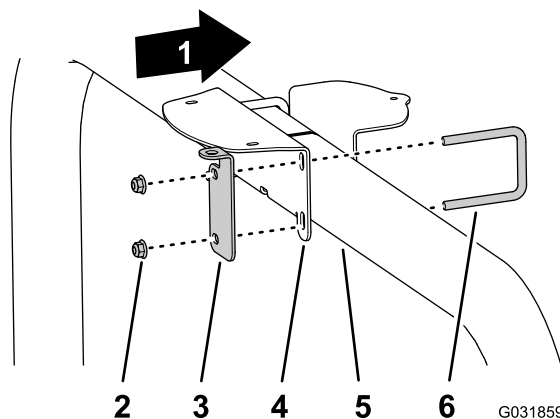

Рисунок 150
- Если машина оборудована системой GNSS и комплектом модема CDMA или GSM для коррекции RTK, установите крепление антенны с кронштейном антенны RTK на трубу конструкции ROPS (Рисунок 150) при помощи двух U-образных болтов и 4 фланцевых контргаек (3/8 дюйма).